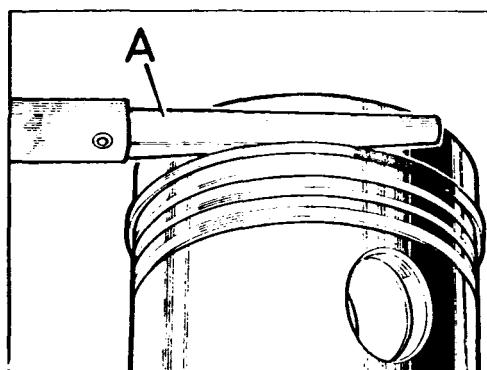

Fig. A1-106 Comprobación del juego de los segmentos en sus cañones de pistones
- 3.2. La comprobación del juego de los segmentos en sus gargantas se hará en la forma que se indica en la Fig. A1-106. Montar los dos segmentos de compresión con el lado que lleva grabada la palabra "TOP" hacia la parte superior. El segmento de engrase puede colocarse indistintamente en las dos posiciones, al igual que el cromado.